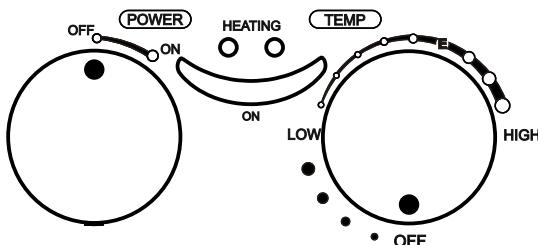

Рис. 3. Панель управления «ВД» модели
5.4. Панель управления (Рис. 3) состоит из:
- вставить вилку в розетку (согласно инструкции, указанной в пункте 6.4.). При этом должна загореться контрольная лампочка «ON» в центральной части панели управления (Рис. 3).